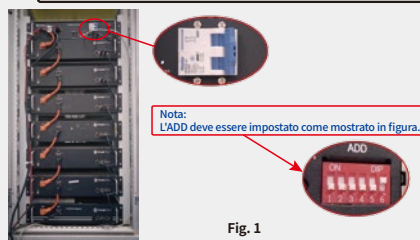

Fig. 1
**A** Assicurarsi che sia l'inverter che il pacco batteria siano spenti prima di collegare il pacco batteria all'inverter (Fig. 1).